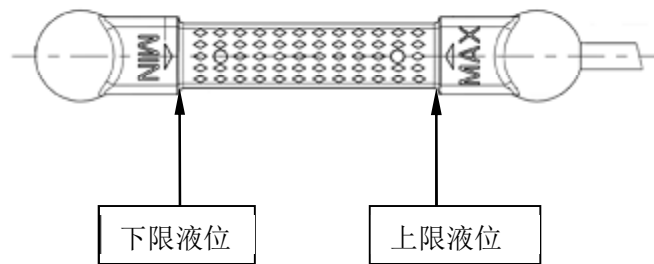

图 G-18 测油头
- 4) 平稳地拔出标尺，将测油头水平放置，目测测油头（图 G-18）油迹位置。